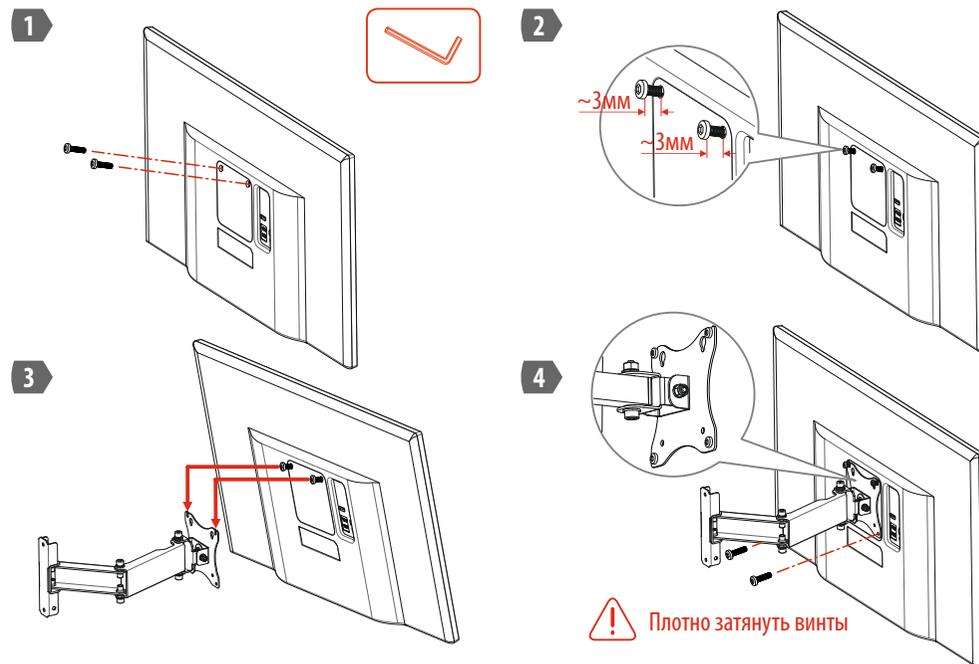

Рисунок 2. Монтаж телевизора/монитора на держатель (для VESA MIS-D 75, VESA MIS-D 100)
- 4.6 Процесс монтажа телевизора на держатель для VESA MIS-D 75, VESA MIS-D 100 показан на рис.2. Вверните винты M4 в крепёжные отверстия VESA на телевизоре/мониторе, оставив расстояние между головкой и корпусом около 3мм. Навесьте телевизор/монитор на держатель и вверните нижние винты в крепёжные отверстия VESA. Протяните все винты, убедитесь в отсутствии люфта монитора.